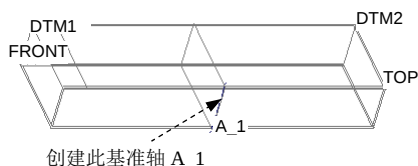

图 10.5.10 创建基准轴 A_1
Step5. 创建图 10.5.10 所示的基准轴 A_1。单击 **模型** 功能选项卡 **基准** 区域中的  轴按钮，按住 Ctrl 键，选取 TOP 和 RIGHT 基准面为参考，单击对话框中的 **确定** 按钮。